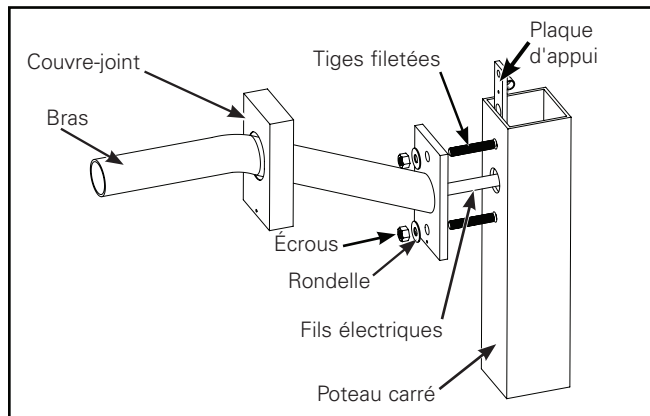
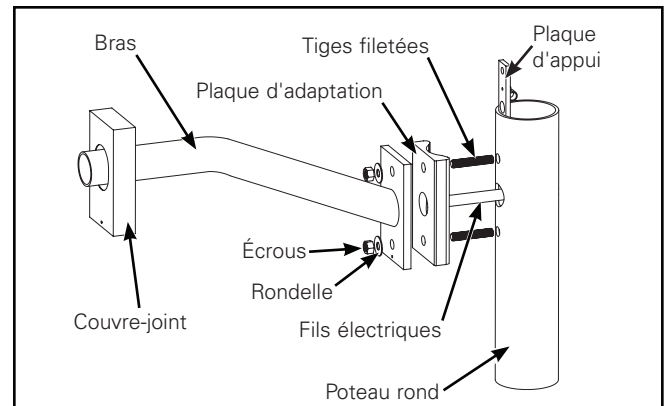

Figure 7.
Figure 8.
Crosse: Poteau carré (Figure 7.) et poteau rond (Figure 8.)
- Pour les poteaux ronds seulement – installez la plaque d'adaptation ronde en plaçant le côté rond face au poteau (Figure 8). Alignez les trous supérieurs et inférieurs.
- Pour les poteaux ronds seulement – installez la plaque d'adaptation ronde en plaçant le côté rond face au poteau (Figure 7). Alignez les trous supérieurs et inférieurs.